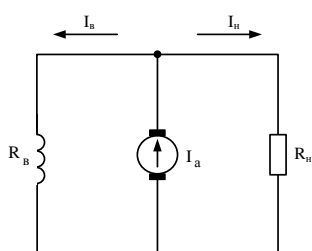

Рис. 1.
2. Генератор постоянного тока с параллельным возбуждением (рис.1.) работает на нагрузку, сопротивление которой  $R_n = 5$  Ом, сопротивление обмотки якоря  $R_a = 0,2$  Ом, сопротивление обмотки возбуждения  $R_B = 230$  Ом, напряжение на зажимах генератора  $U = 230$  В.